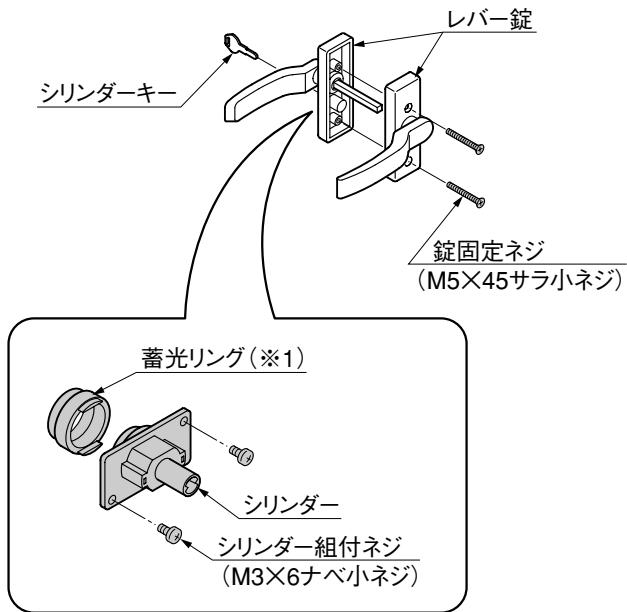

図10-1 シリンダー取付時キー孔の正しい位置
- シリンダー取付時は、キー孔の向きに注意してください。（図10-1参照）